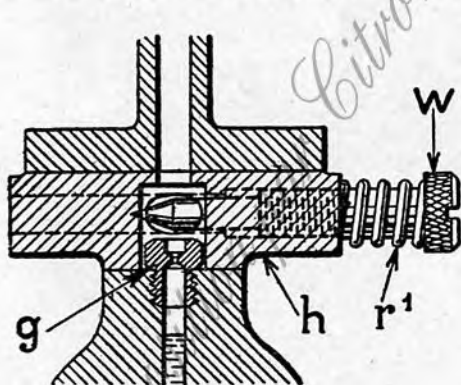

Fig. 8. — Carburateur FV à starter. Coupe par la vis de réglage d'air du ralenti.
b) **Pour le fonctionnement du moteur au ralenti** : le réglage du ralenti qui se fait par le gicleur auxiliaire (g) et par la vis de réglage d'air de ralenti (fig. 8 ou 9).
c) **Pour la marche normale** : le réglage qui consiste à déterminer le gicleur principal (G) et le diamètre de la buse d'air (K).
Les carburateurs type F à starter comportent en outre **une vis de réglage d'air de ralenti** (W) fig. 8 et 9, qui est destinée à régler la richesse du mélange au ralenti. Quand le mélange est incorrect, le moteur galope ou a tendance à caler.